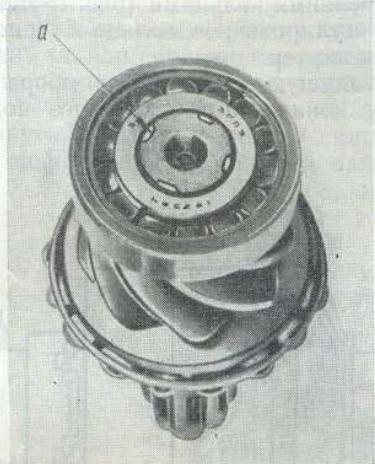

Рис. 159. Раскерновка торца хвостовика после напрессовки подшипника:
1. Напрессовать подшипники на ведущую шестерню. После напрессовки заднего опорного подшипника с цилиндрическими роликами раскернить торец хвостовика, на который он напрессован (рис. 159). Это необходимо для того, чтобы не было спол-